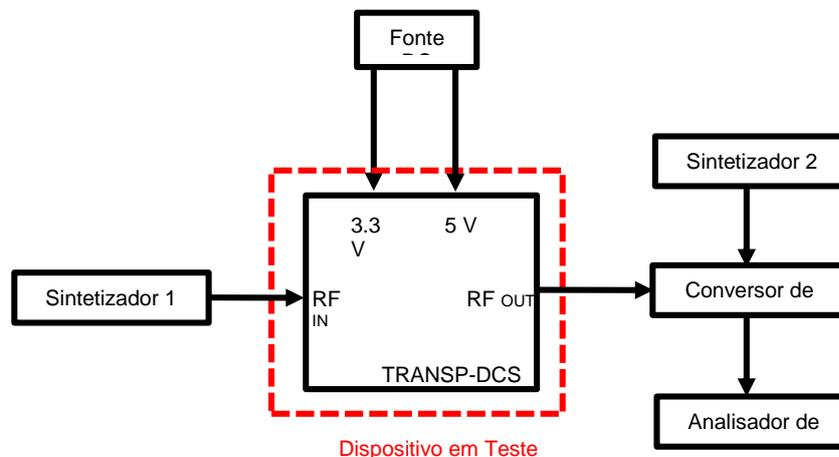

Figura 3.9.1 – diagrama de execução do teste de presença de AM.
- 1) Realizar as conexões descritas na Figura 3.9.1.
- i. Tipo: *Continuous Wave (CW)*;